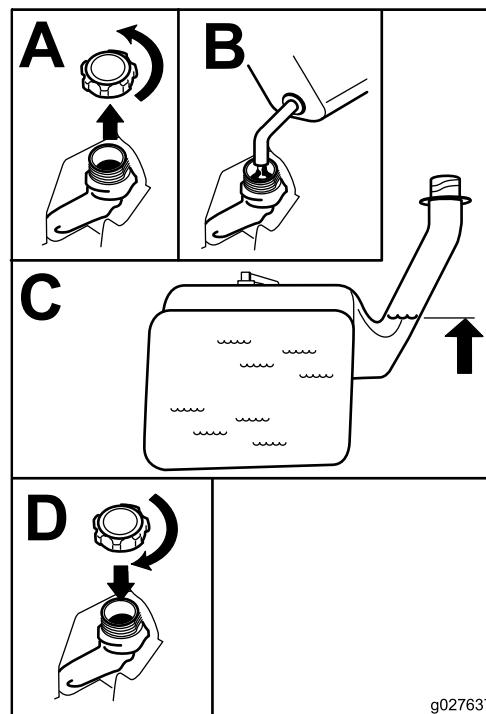

Figure 7
2. Versez lentement de l'essence sans plomb ordinaire jusqu'à ce que le niveau atteigne le bas du goulot de remplissage (Figure 7).